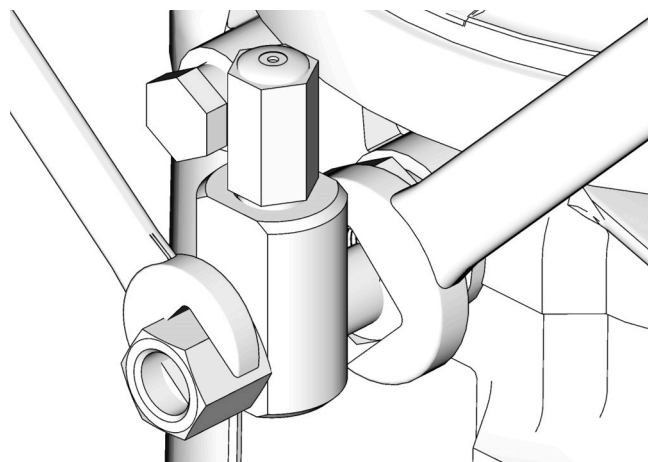

FIG. 15
1. Allentare il raccordo dell'elemento pompa (FIG. 15).
3. Stringere il raccordo dell'elemento pompa utilizzando due chiavi operanti in direzioni opposte (FIG. 15).